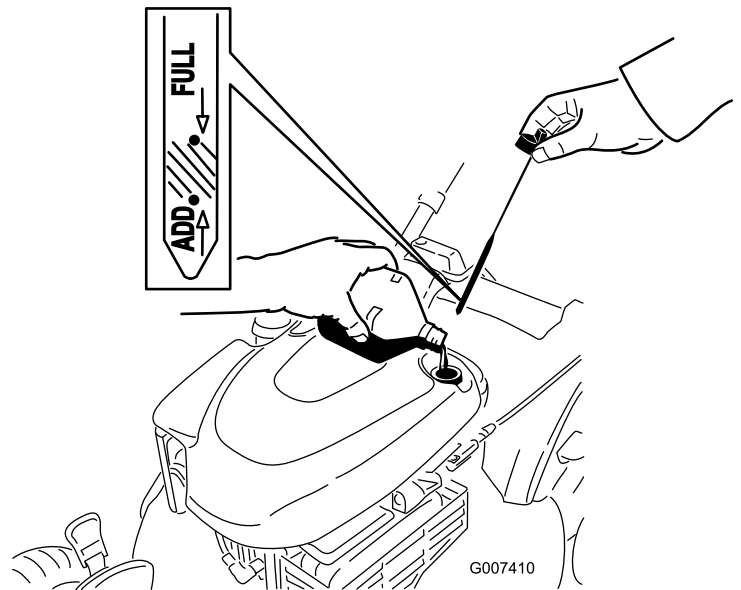

Figura 16
2. Retire la varilla (Figura 16).
5. Retire la varilla y observe el nivel de aceite; consulte Figura 16.